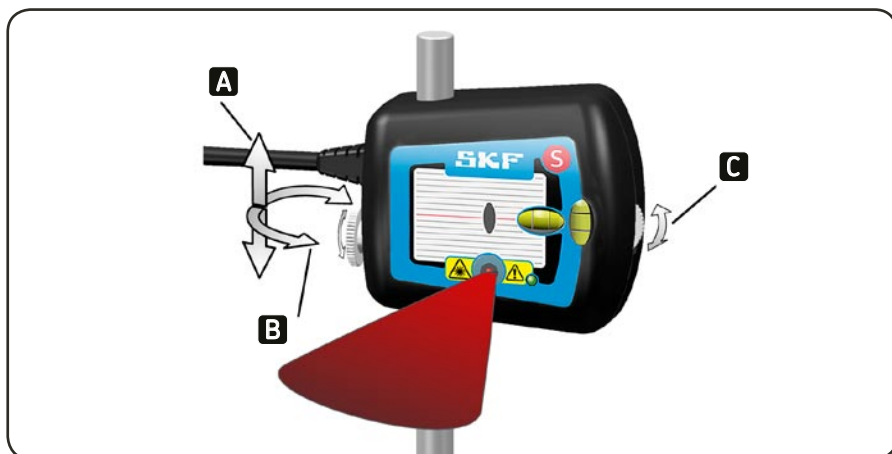

Fig. 10. Mecanismo de ajuste
c) Para un ajuste aproximado libere la unidad de medición desenganchando el mando del lateral de la unidad (fig. 10). Esto permite que la unidad de medición se desplace hacia arriba y hacia abajo del vástago así como bascular libremente. Para el ajuste preciso de altura utilice las ruedas de ajuste de las unidades de medición.